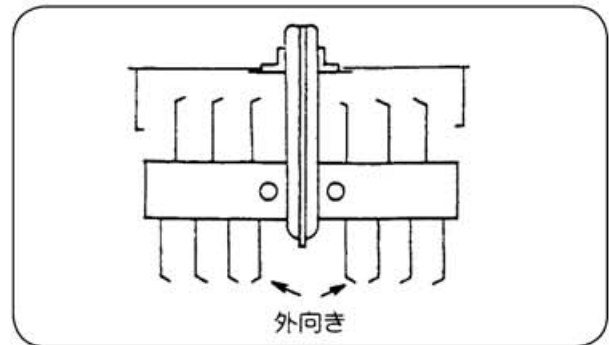

図 54
(9) ドラムローターの取付 (図54)
- ① ドラムローターの刃の配列はミッションケース左右の1本は外向きに、その他は全部内向きに取付けてください。